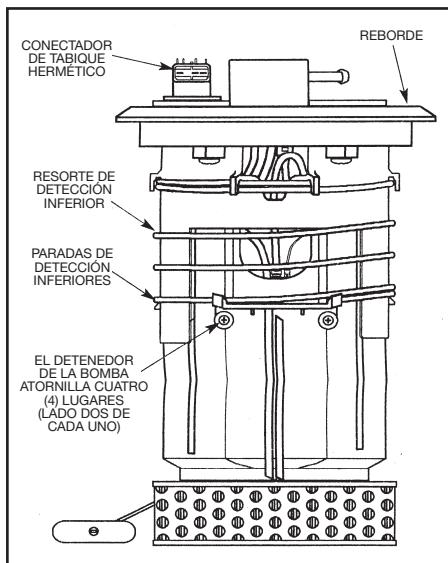

figura 1
- 1) Desconecte el enchufe eléctrico de la bomba de combustible del lateral inferior del conector del panel que se encuentra en la parte interior de la unidad del tanque. Libere el pasador de seguridad y deslice el conector hacia abajo fuera del conector (ver figura 1).
- 2) Desconecte la manguera de salida de la bomba de combustible que se encuentra en la parte inferior del reborde de la unidad del tanque (ver figura 1).
- 3) Comprima el resorte sensor de fondo hacia la parte superior de la unidad del tanque. Esto dejará espacio para retirar el ensamblaje del reborde. Con cuidado, haga palanca en los dos (2) enclavamientos de deslizamiento del reborde sobre los topes del sensor de fondo y deslice el ensamblaje del reborde de la parte inferior de la unidad del tanque (ver figura 1).
- 4) Retire los cuatro (4) tornillos de contención de la parte inferior de la unidad del tanque (ver figura 1).
- 5) Retire los dos (2) cables eléctricos de la bomba de combustible.
- 8) Retire el filtro externo de la parte inferior de la unidad del tanque doblando las dos (2) pestañas de cierre de metal de las lengüetas de cierre plásticas. Con cuidado, haga palanca para retirar el filtro de la unidad del tanque.
- 13) Vuelva a conectar el conector eléctrico al conector de panel en el lateral inferior del reborde (ver figura 1).